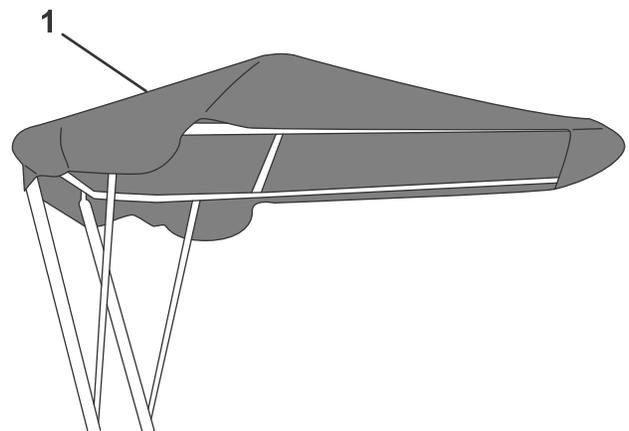

Bild 5
14. Schieben Sie das Sonnendach über den vorderen Bügel und ziehen Sie ihn wieder über den hinteren Bügel (Bild 5). Winkeln Sie den oberen Bügel nach oben oder unten, um das Sonnendach anzuziehen oder zu lösen.